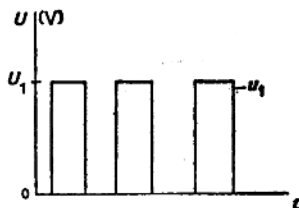

图 1-2
6. 由图 1-2 给出的仅是 0 和  $U_1$  值的电压电平是\_\_\_\_\_信息。